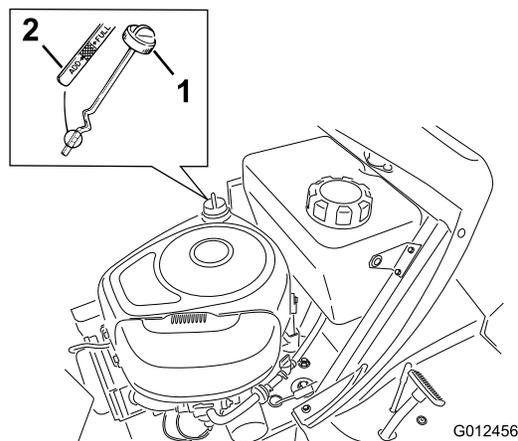

Figura 25
7. Limpie alrededor de la varilla (Figura 25) para impedir que caiga suciedad por el orificio de llenado y cause daños en el motor.
8. Desenrosque la varilla y limpie el extremo metálico (Figura 25).
9. Enrosque la varilla de aceite a fondo en el tubo de llenado (Figura 25).
11. Limpie alrededor de la varilla y desenrosque el tapón (Figura 25).
12. Vierta lentamente aproximadamente un 80% del aceite de motor por el tubo de llenado (Figura 25).